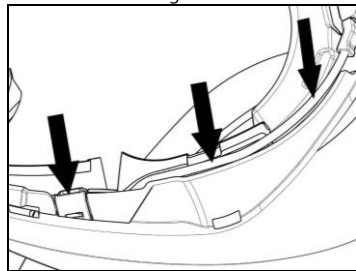

Fig. 13
- Rangez le câble à l'intérieur du casque et positionnez le clip de fixation droit dans le siège correspondant (Fig. 13).